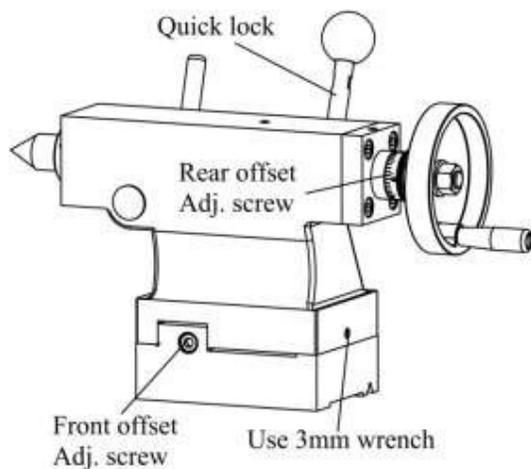

Figure 12 .Eléments poupée mobile.
1. Desserrez la contre pointe comme en FIG 12.